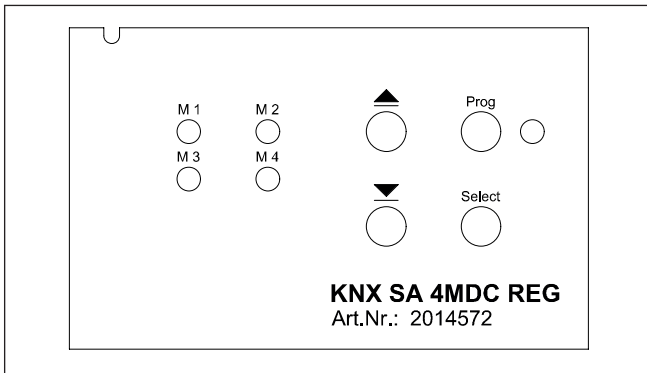

Abb. 2 Tastenfeld
Nach Abschluss der Montagearbeiten und dem Anlegen der Versorgungsspannungen kann das Gerät über ein Tastenfeld bedient werden (Abb. 2).
- Drücken Sie die Programmierertaste (Abb. 2), um das Gerät in den Programmiermodus zu versetzen. Bei aktiviertem Programmiermodus leuchtet die LED rot. Die Programmierung erfolgt die ETS am PC. Diese Software beendet den Programmiermodus automatisch. Die rote LED erlischt.